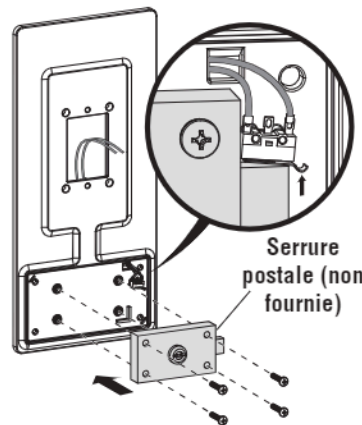

Figure 1
1. Fasten Postal Lock to Trim Panel using #10 Phillips screws and hex nuts provided. (See Figure 1)
2. Verify switch is depressed while in the locked position. Adjust as needed. (See inset of Figure 1)
5. Make sure Postal Lock Switch wires are routed through the wire egress opening. (See inset of Figure 1)
1. Fixez la serrure postale au panneau de garniture à l'aide des vis cruciforme n° 10 et des écrous hexagonaux fournis. (Voir figure 1)
2. Vérifiez que le commutateur est enfoncé en position verrouillée. Ajustez si nécessaire. (Voir encadré de la figure 1)
5. Assurez-vous que les fils de l'interrupteur de serrure postale sont acheminés par l'ouverture de sortie des fils. (Voir encadré de la figure 1)